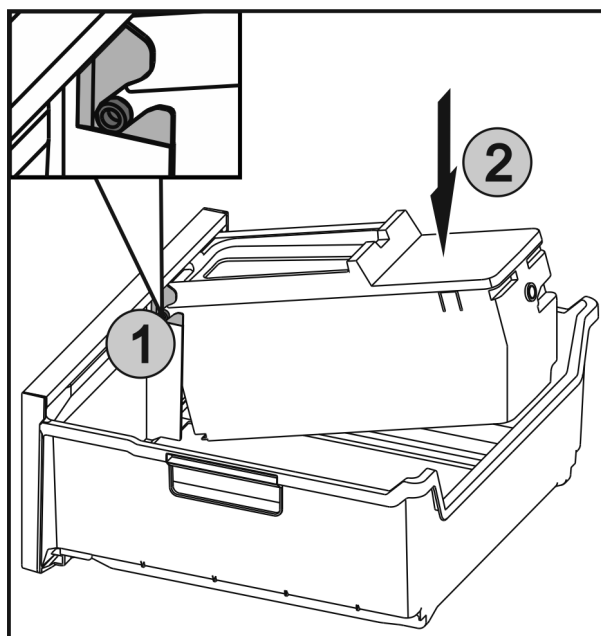

Fig. 40
- ▶ Вкарайте осите Fig. 40 (1) на EasyTwist-Ice във водачите и натиснете задната страна Fig. 40 (2), докато езичето се фиксира.